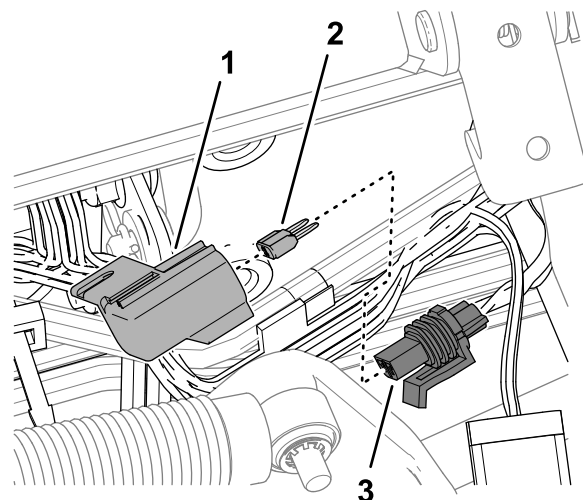

Figura 105
3. Retire el tapón del portafusibles en línea marcado 10 A FUSE TELEMATIC PWR ( ) Figura 105.